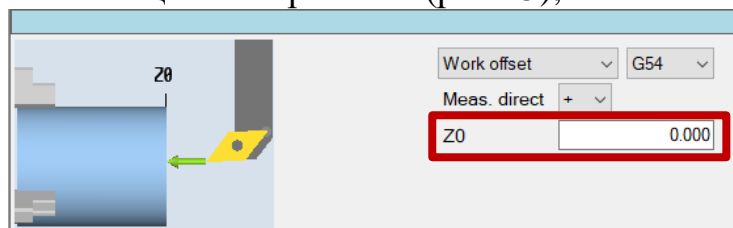

Рис.45. Поле «Z0»
5. При **использовании концевой меры длины** в поле «Z0» ввести значение длины концевой меры в мм (рис.45);